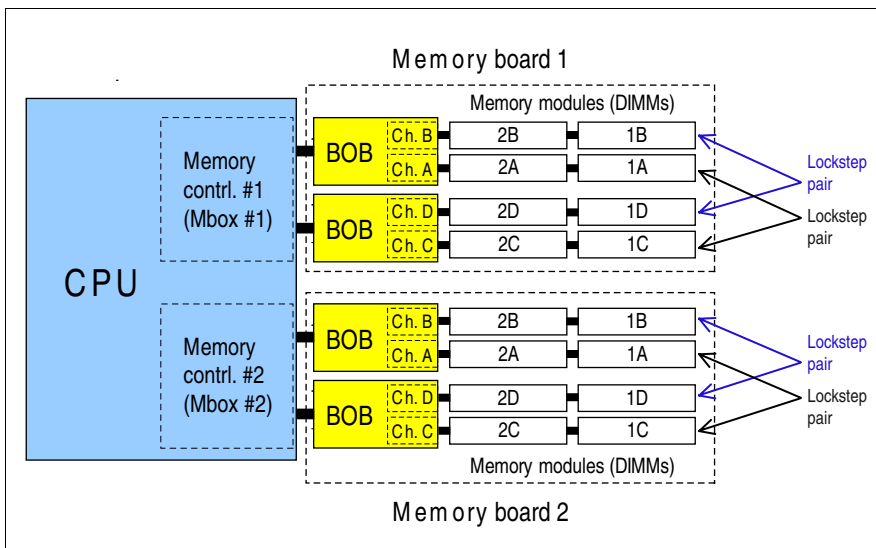

図 7: RX600 S6 のメモリアーキテクチャ
- メモリボードには、DIMM を**ロックステップペア**（図 7を参照）で取り付ける必要があります。ペアの DIMM はどちらも**同じ値でなければなりません**。